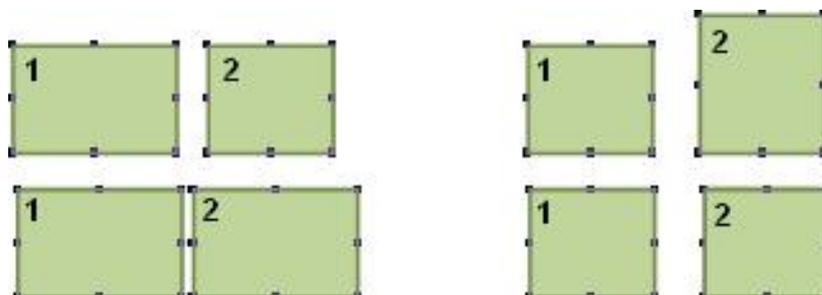

Рисунок 277 – Выравнивание элементов по ширине и высоте
**Команда «Выровнять по ширине»** выравнивает элементы по ширине первого выбранного элемента, **команда «Выровнять по высоте»** – по высоте первого выбранного элемента (рисунок 277).